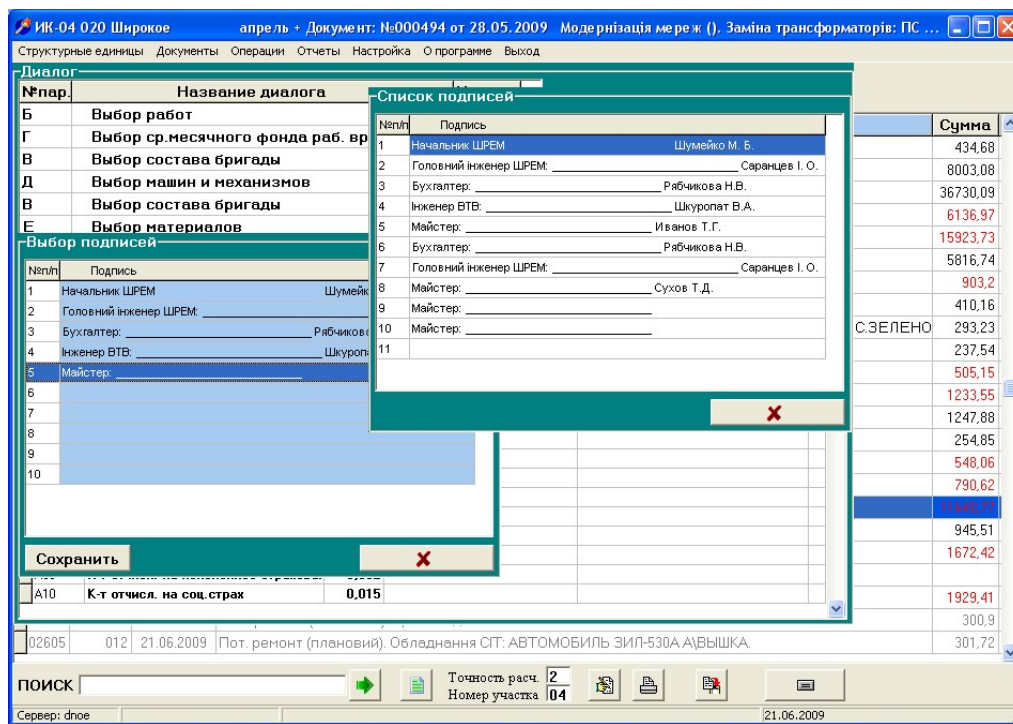

Рис.3.22
2. Для изменения данных в любой строке необходимо на ней сделать двойной щелчок правой кнопки манипулятора «мышь». При этом на экране откроется справочник **Список пользователей (034)** см. Рис.3.22